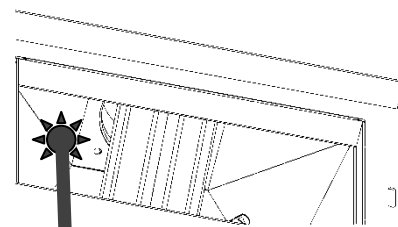

Рис. 7
- 6.4.5 Очистите область топки за дефлекторами, горловину и соединение с дымоходом /Рис.7/